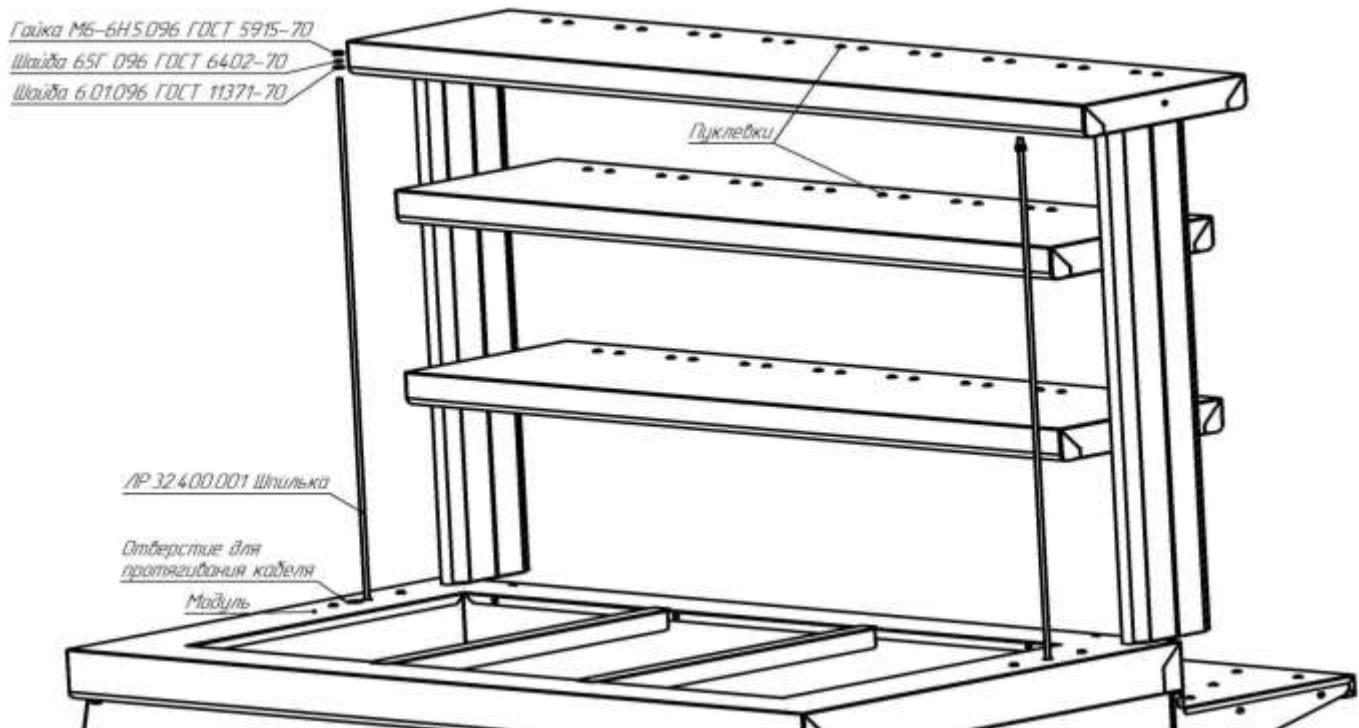

рис. 5.2
- Установить полку на столешницу, шпильки при этом должны пройти сквозь стойки. Полку следует ориентировать так, чтобы пуклевки были обращены в сторону направляющей (см. рис. 5.2);